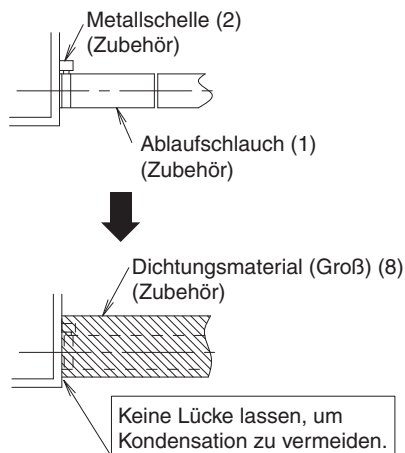

Abb. 25
- Stellen Sie sicher, den beigefügten Ablaufschlauch (1) und die Metallschelle (2) zu verwenden. Setzen Sie außerdem den Ablaufschlauch (1) in das Unterteil des Ablaufstutzens ein und ziehen Sie die Metallschelle (2) unten am Ablaufstutzen fest. **(Siehe Abb. 25 und 26)**
- Wickeln Sie bei der Isolierung das Dichtungsmaterial (groß) (8) ab der Basis der Metallschelle (2) und des Schlauchs (1) in Richtung des Pfeils. **(Siehe Abb. 25 und 26)**